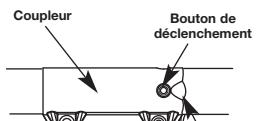

Fig. 2
- Dévissez le bouton vers la gauche (Fig. 2).
- Appuyez sur le bouton de déclenchement et maintenez-le enfoncé (Fig. 2).
REMARQUE: alignez le bouton de déclenchement avec le renforcement-guide pour faciliter l'installation (Fig. 2).